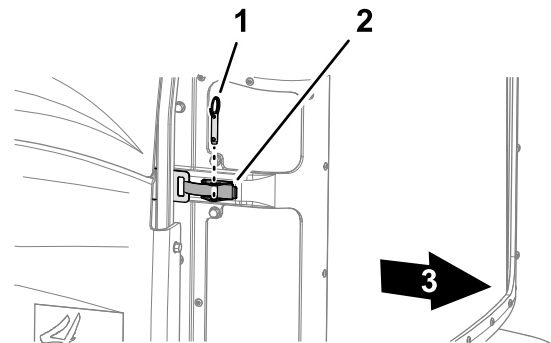

Figura 65
2. Retire o pino esférico do trinco do filtro (Figura 65)